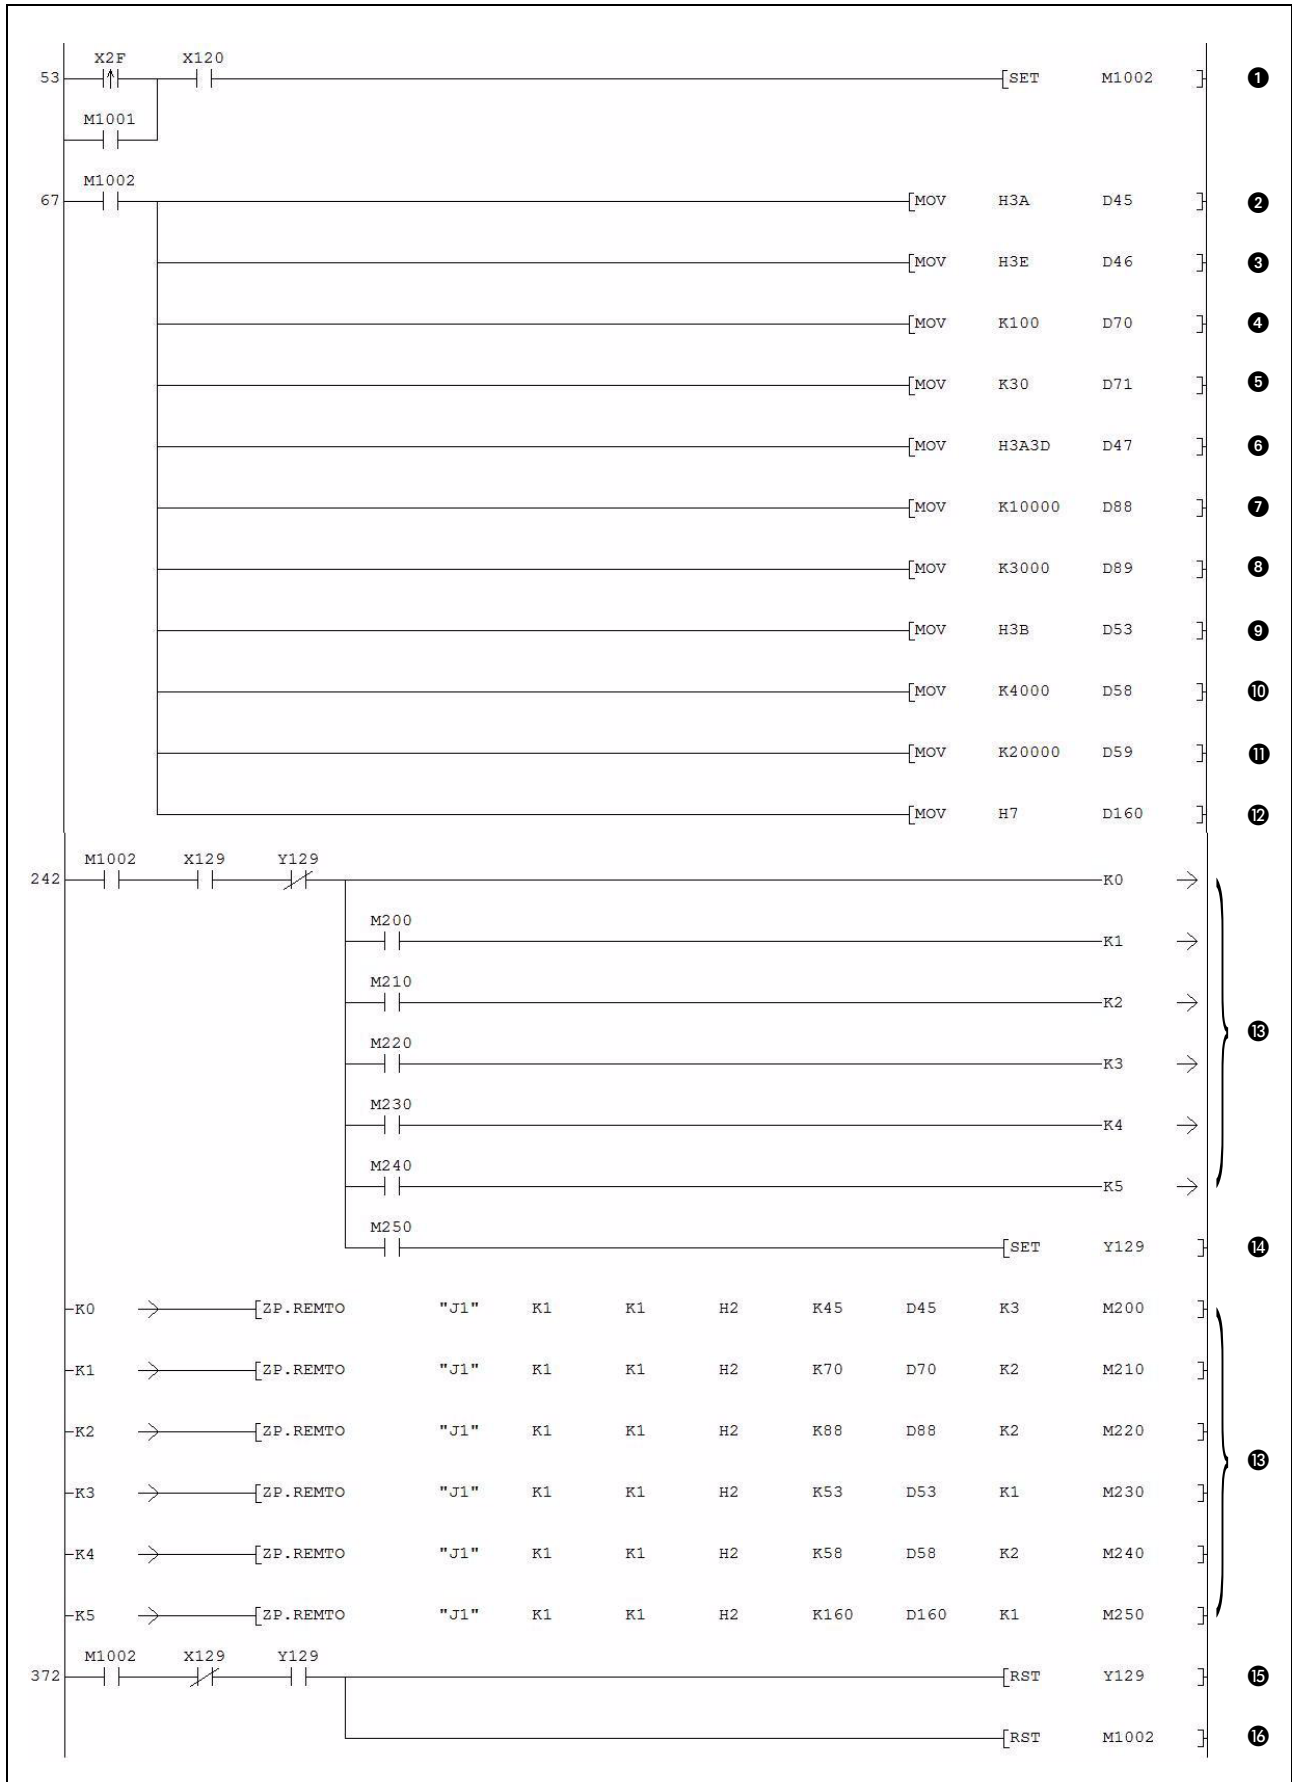

Abb. 6-18: Initialisierung durch das Ablaufprogramm
Der folgende Programmteil ist optional. Falls die HART-Feldgeräte mit dem Tool MX CommDTM-HART konfiguriert und überwacht werden, können diese Anweisungen entfallen. Die Kommunikation mit den HART-Feldgeräten wurde bereits bei der Initialisierung des ME1DA6HAI-Q freigegeben (siehe Punkt 12 in Abb. 6-18).
②	Nachdem die REMFR-Anweisung ausgeführt wurde, wird der Merker M1001 gesetzt, der den weiteren Ablauf der Statusabfrage steuert.
③	Wenn die REMFR-Anweisung fehlerfrei ausgeführt wurde, wird der Status des an Kanal 1 angeschlossenen HART-Feldgeräts in die Merker M110 bis M117 übertragen.
④	Ausführung der nächsten REMFR-Anweisung, durch die der Status des an Kanal 2 angeschlossenen HART-Feldgeräts erfasst wird.
⑤	Wenn die REMFR-Anweisung fehlerfrei ausgeführt wurde, wird der Status des an Kanal 2 angeschlossenen HART-Feldgeräts in die Merker M120 bis M127 übertragen.
⑥	Ausführung der nächsten REMFR-Anweisung, durch die der Status des an Kanal 3 angeschlossenen HART-Feldgeräts erfasst wird.
⑦	Nach der Ausführung der dritten REMFR-Anweisung wird der Merker M1001, der den Ablauf der Statusabfrage steuert, zurückgesetzt. Im nächsten Programmzyklus wird die REMFR-Anweisung zum Lesen des Status des Feldgeräts an Kanal 1 erneut ausgeführt.
⑧	Wenn die REMFR-Anweisung fehlerfrei ausgeführt wurde, wird der Status des an Kanal 3 angeschlossenen HART-Feldgeräts in die Merker M130 bis M137 übertragen.
⑨	Diese Anweisungen werden nur ausgeführt, wenn eine Störung eines HART-Feldgeräts erkannt wurde.	HART-Gerät an Kanal 1 gestört
⑩		HART-Gerät an Kanal 2 gestört
⑪		HART-Gerät an Kanal 3 gestört
⑫	Ausführen der MCR-Anweisung (Master Control Reset) (Nur wenn die Eingangsbedingung der MC-Anweisung (Abb. 6-18) erfüllt ist, werden die Anweisungen zwischen der MC- und der MCR-Anweisung ausgeführt.)